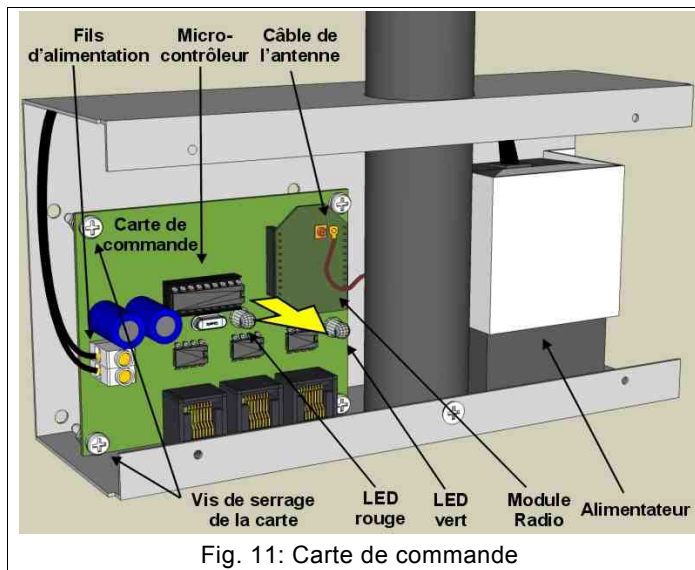
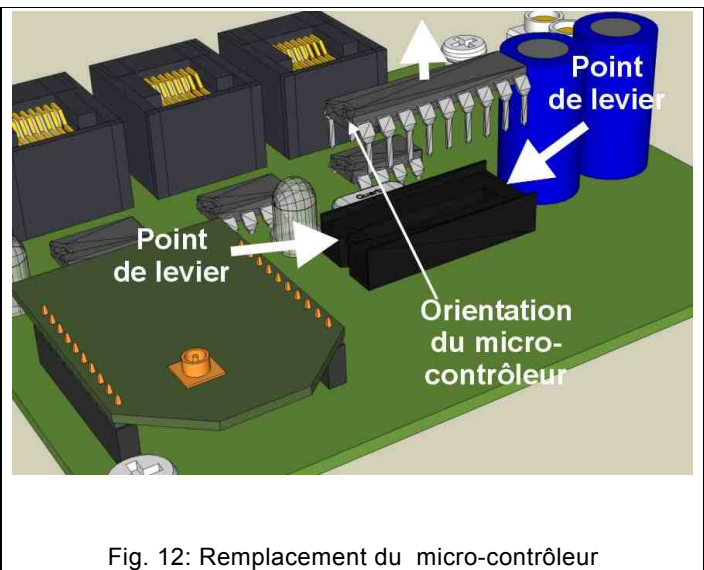

Fig. 11: Carte de commande
Fig. 12: Remplacement du micro-contrôleur
3. Extrayez le câble de l'antenne du connecteur du module radio et dévissez les fils d'alimentation des bornes avec un tournevis cruciforme (Fig. 11).
logement (Fig. 11).
2. Repérez le micro-contrôleur (Fig. 11) et avec un petit tournevis faites levier de façon alternée sur les bords les plus courts pour l'extraire de son logement (Fig. 12).
2. Déconnectez les fils d'alimentation des bornes de la carte de commande (Fig. 11).